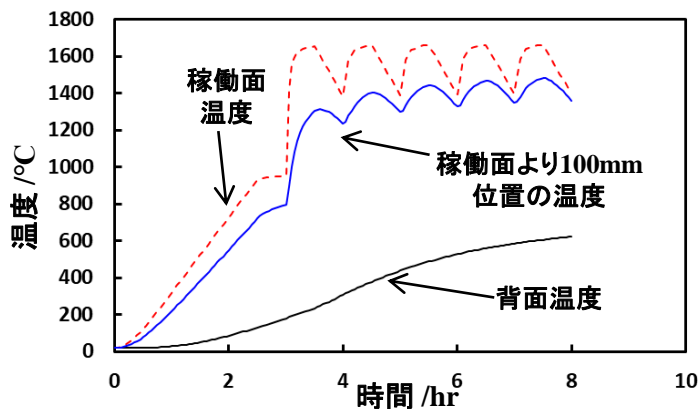

図2 計算で得られた温度
- ・背面温度が一定に近づいている。5サイクル程度で定常的温度状態になることが推定される。(図2)